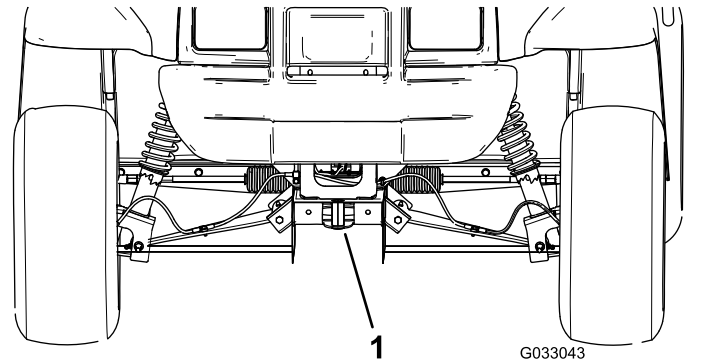

Bild 26
- Die vordere Hebestelle der Maschine befindet sich vorne am Rahmen hinter der Anhängerkupplung (Bild 26).